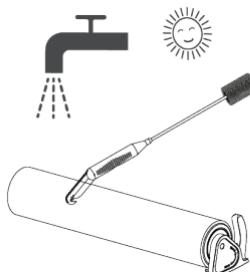

рис. 2
2. Используйте аксессуар для очистки, чтобы удалить волосы или мусор, намотанные на щетку. Промойте роликовую щетку чистой водой и тщательно высушите после мытья (ручку также можно очистить и затем установить обратно) (рис. 2).